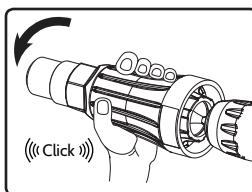

Fig 6
2. Hold the adapter and engage the drill in reverse until <clicking> sound is heard [Fig 6]
2. Bien tenez l'adaptateur riveteuse d'une main et tournez la perceuse dans le sens contraire des aiguilles d'une montre jusqu'à ce qu'un <clic> son est entendu [Fig 6]
2. Sujete el adaptador y gire el taladro hacia la izquierda hasta que escuche el sonido <clique> [Fig 6]